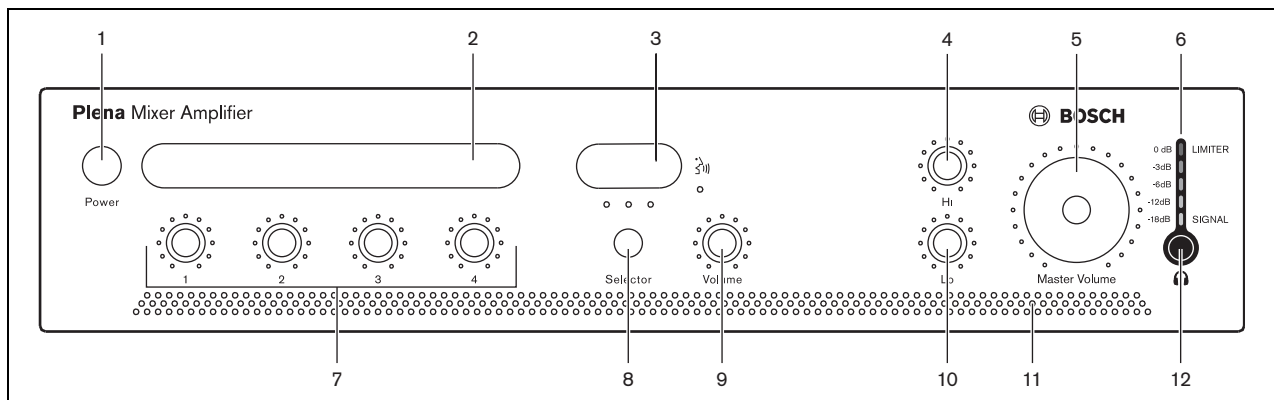

Abbildung 5.1: Frontplatte
- 1 Schalten Sie die Einschalttaste (1) vorne am Gerät auf "ON" (AN) - hineingedrückte Stellung (siehe Abbildung 5.1).
Schalten Sie die Einschalttaste (1) vorne am Gerät auf "OFF" (AUS) - nicht hineingedrückte Stellung (siehe Abbildung 5.1).
Benutzer können kundenspezifische Schilder für die Mikrofon-/Line-Eingänge und zur Beschreibung der Musikquellen erstellen. Diese Schilder können an den Positionen Nummer 2 und 3 (siehe Abbildung 5.1) am Mischverstärker angebracht werden. Auch können farbige Stifte in verschiedenen Stellen um die Regler herum eingesetzt werden, um die bevorzugten Einstellungen für einen bestimmten Einsatz anzuzeigen.
Verwenden Sie die Hi (Höhen) und Lo (Tiefen) Klangregler (siehe Abbildung 5.1, Nummer 4 und 10), um den Klang zu ändern.